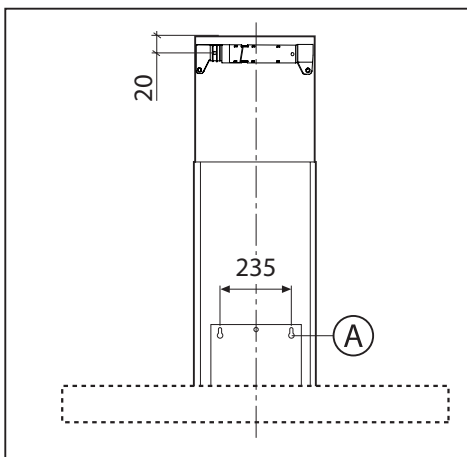
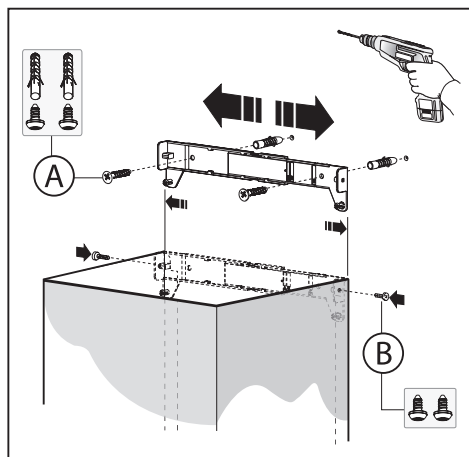

Fig.2
Fig.3
-Eseguire i fori **A** rispettando le quote indicate (Fig.2).
-Regolare la larghezza della staffa di supporto del camino decorativo superiore (Fig.3).
-Successivamente fissarla al muro in modo che sia in asse con la vostra cappa tramite le viti **A** (Fig.3) e rispettando la distanza dal soffitto indicata in Fig.2.
-Fissare il camino decorativo inferiore alla cappa utilizzando le viti **B** in dotazione (Fig.5), sfilare il camino decorativo superiore fino alla staffa e fissarlo tramite le viti **B** (Fig.3).